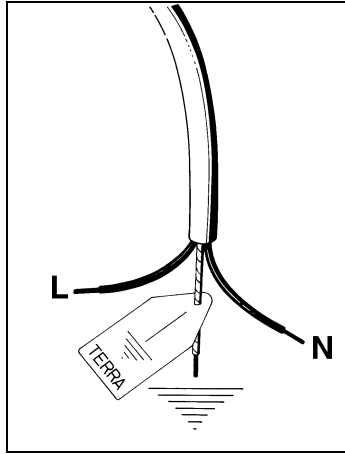

Fig. 12
- breng op het snoer (indien niet voorzien) een genormaliseerde stekker aan geschikt voor het dragen van het op het typeplaatje aangegeven vermogen. Sluit de kabeltjes aan volgens het schema van fig. 12 en respecteer de volgende verhoudingen: